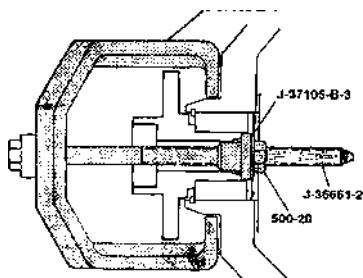

Рис. 5.17.
- снять ступицу колеса при помощи приспособления (например, скобы J-37105-B-1, винта J-36661-2, переходника для ступицы J-37105-B-3 и гайки 500-20) (рис. 5.17);